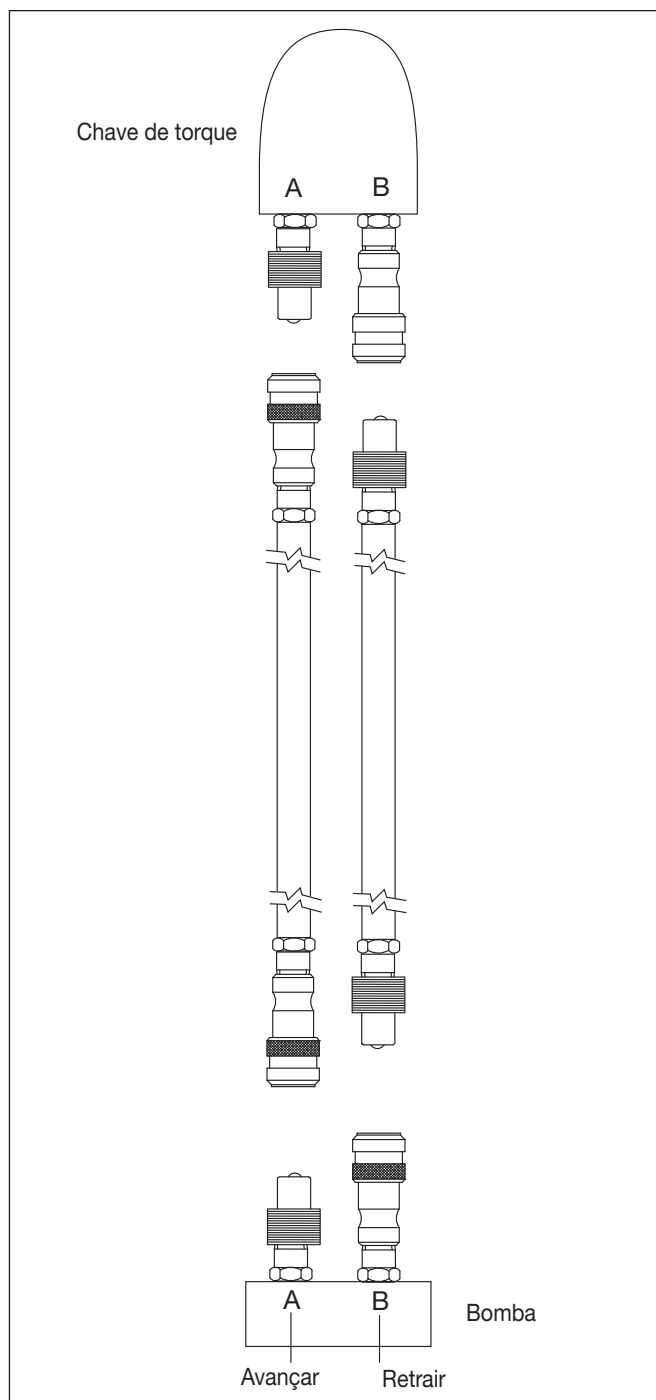

Figura 4: Conexões para a Chave de Torque
2. Conecte as mangueiras à chave de torque conforme mostrado na Figura 4. Aperte manualmente os anéis de travamento do engate. Ao utilizar a combinação de bomba Enerpac e chave de torque, as mangueiras e os engates são projetados de forma que a porta de avanço da bomba só possa ser conectada à porta de avanço da chave, e a porta de retração da bomba só possa ser conectada à porta de retração da chave.